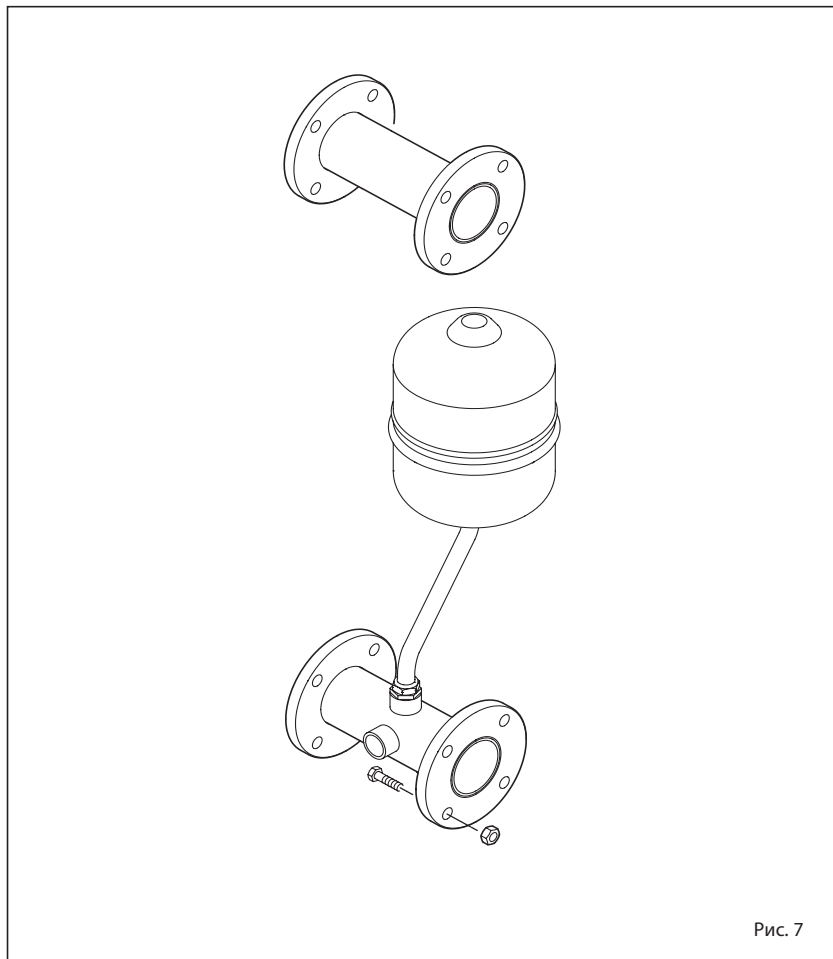

Рис. 7
2.8 КОМПЛЕКТ СОЕДИНИТЕЛЬНЫХ ТРУБ ГИДРОСЕПАРАТОРА (рис. 7)
Компания SIME поставляет комплект соединительных труб компенсатора, код 8101534 для установок с соединениями с левой стороны. Набор состоит из следующих компонентов (рис.7):